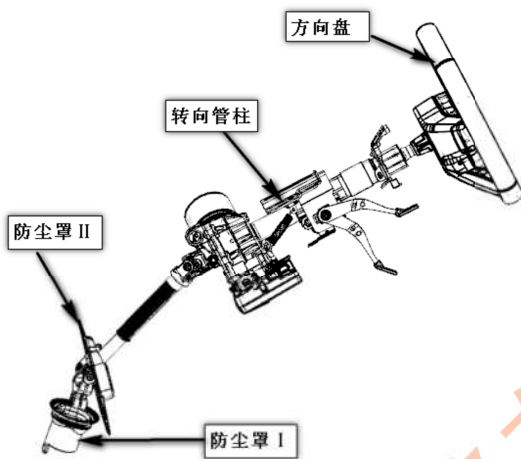

图2-12
- ① 在万向节叉和加长轴上做配合标记。
- ② 转动转向盘，使螺栓处于方便操作的位置，松开螺栓，拔出中间轴。
- ① 确认所有与管柱连接的线束均已脱开。
- ② 松开管柱上安装点的 2 个螺母与下安装点的 1 个螺栓，如图 2-12 所示，取下电动助力转向管柱及万向节总成。